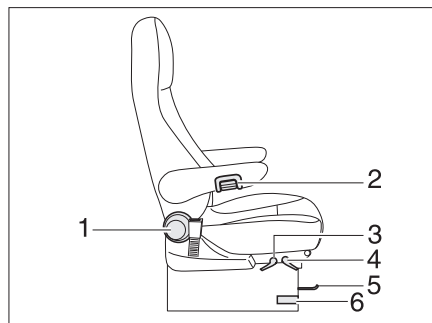

Fig. 90 Asiento del conductor y del acompañante
■ Presionar o tirar la palanca para girar los asientos (Fig. 90,6). El asiento se desbloquea.